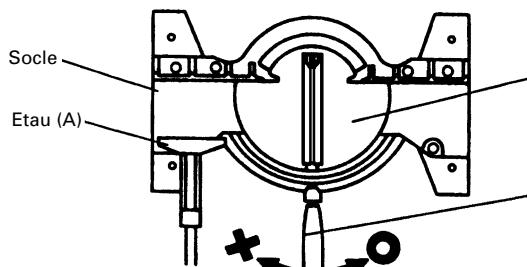
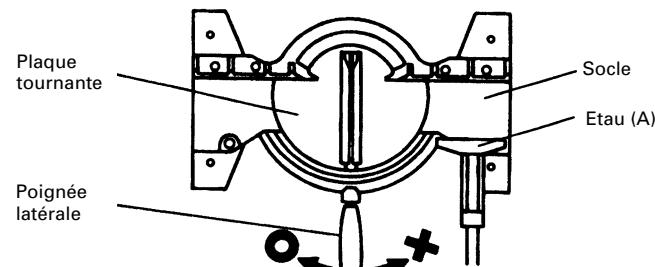

Fig. 17
Fig. 18
ATTENTION: Si l'étau (A) a été monté sur la gauche du socle comme indiqué sur la Fig. 17, faire tourner la plaque tournante vers la droite pour commencer la coupe. Si l'étau (A) a été monté sur la droite du socle comme indiqué sur la Fig. 18, faire tourner la plaque tournante vers la gauche pour commencer la coupe.